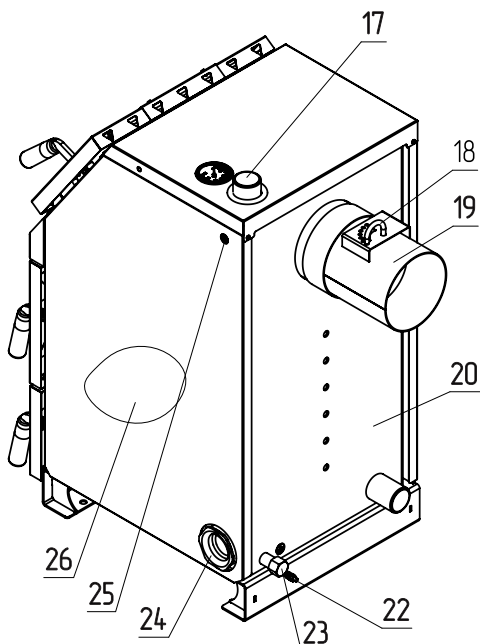

Рис.1 Конструкция отопительного котла
5.1. Котел (рис.1) состоит из корпуса (поз.20), топки (поз.3), теплообменника (поз.1), патрубок дымохода (поз.19). В нижней части топки находится водоохлаждаемый колосник (поз. 4) и зольный ящик (поз.5). К передней стенке корпуса котла на осях присоединяются шуровочная дверца (поз.13), поддувальная дверца (поз.16), через которые производится растопка котла, чистка колосниковой решетки (поз.4) и удаление золы из зольника. В поддувальной дверце котла встроена заслонка подачи первичного воздуха (поз.15) для регулировки поднятия заслонки применяется ручка (поз.14). К наклонной части котла на оси присоединяется загрузочная дверца (поз.12), через которую осуществляется загрузка топлива и чистка теплообменника (поз.1). Для чистки теплообменника необходимо открыть загрузочную дверцу (поз.12) и убрать заслонку для чистки теплообменника (поз.27). Заслонка для чистки теплообменника крепится на петлях, размещенных на корпусе котла (поз.9). Чтобы снять заслонку необходимо привести ее в горизонтальное положение, потянув за нижнюю часть заслонки, после подать заслонку верх и потянуть на себя. Чистка теплообменника осуществляется стальным ершиком.
Внимание! Не допускается эксплуатация котла без установленной заслонки (рис.1 поз.27), шуровочной решетки (рис.1 поз.8) и зольного ящика (рис.1 поз.5). Эксплуатация котла без установленной заслонки, шуровочной решетки и зольного ящика приводит к прогоранию и деформации водонеохлаждаемых поверхностей котла и лакокрасочного покрытия. Котел не выходит на номинальную мощность. В случаи нарушений условий эксплуатации котла рекламации не принимаются.